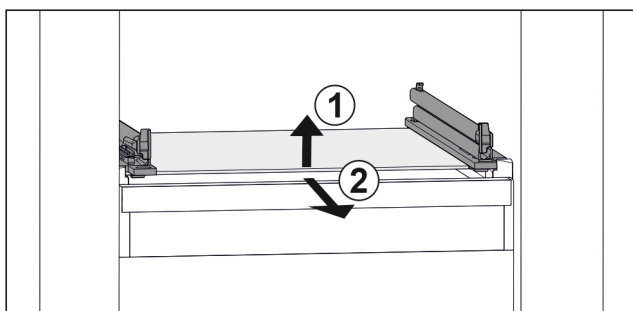

Fig. 42 Příklad znázornění skleněné desky
- ▶ Nadzvedněte skleněnou desku vpředu. Fig. 42 (1)
- ▶ Vyjměte skleněnou desku dopředu. Fig. 42 (2)